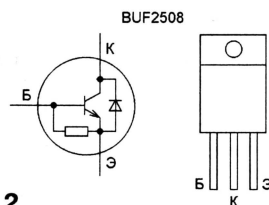

Рис. 2
2. Наиболее часто срабатывание системы защиты ИП вызвано выходом из строя ключевого транзистора Q403 каскада строчной развертки. Проверить его исправность можно, выпаяв из платы дроссель L403 или один из выводов резистора R405. Сделав это и не подсоединяя интерфейсный кабель к компьютеру, включают монитор сетевой кнопкой. Если включение произойдет (ИП запустится и не будет слышно характерных щелчков и высокочастотного "писки" из трансформатора T601), то скорее всего причина перегрузки — выход из строя транзистора Q403, установленного на экране-теплоотводе, окружающем трансформатор T402. Чтобы убедиться в этом, его выводы выпаивают из платы и с помощью омметра измеряют сопротивление обоеих переходов. Следует иметь в виду, что Q403 — не обычный транзистор структуры n-p-n — в нем интегрированы еще два полупроводниковых элемента — резистор сопротивлением около 30 Ом и диод (рис. 2). Поэтому даже у годного транзистора сопротивление эмиттерного перехода в пря-